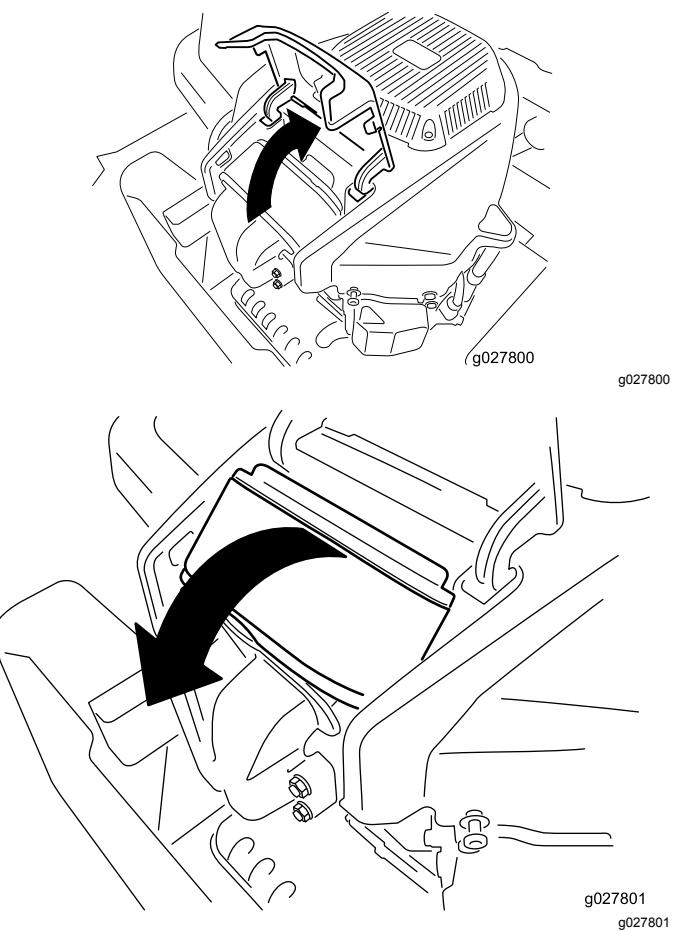

Figura 31
4. Retire la tapa y gire el limpiador de aire para retirarlo del motor (Figura 31).